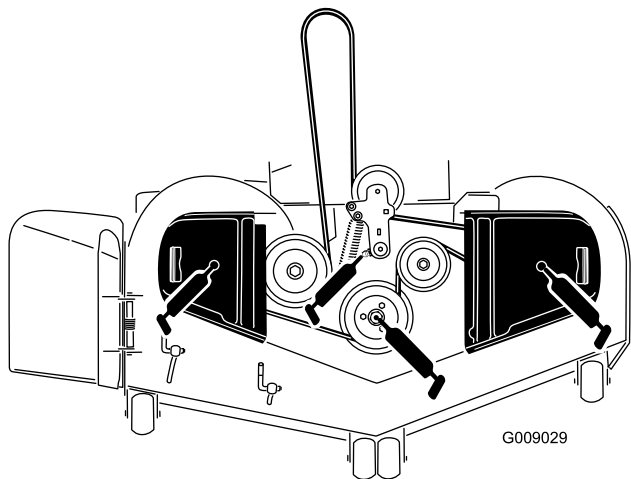

Figura 39
3. Engrase el pivote de la polea tensora de la carcasa de corte hasta que salga grasa por el extremo inferior (Figura 39).
4. Engrase los 3 cojinetes de los ejes hasta que salga grasa de las juntas inferiores (Figura 39).
5. Engrase el brazo tensor de la correa de transmisión (Figura 39).